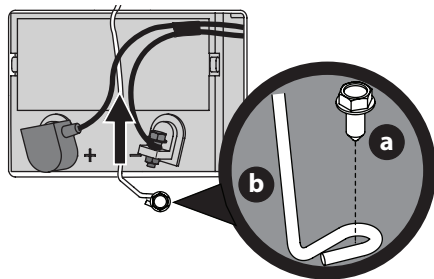

Figura 19
3. Extraiga el tornillo de arandela hexagonal (a) que sujeta el soporte de sujeción de la batería al bastidor (b). Luego levante el soporte de sujeción de la batería (b) para liberar la batería (Figura 19).